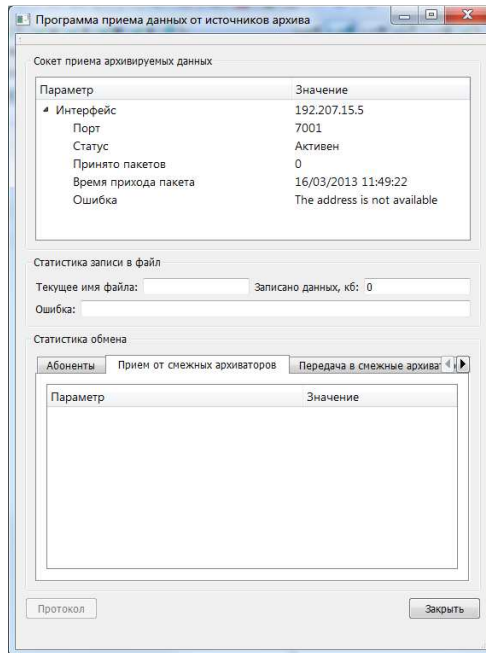

Рисунок 3.11.2 – Окно «Программа приема данных от источников архива», вкладка «Прием от смежных архиваторов»
- «Прием от смежных архиваторов» (рис. 3.11.2) – на этой вкладке расположено окно с информацией о статистике приема данных от смежных каналов сервера архива. Данные статистики представлены в виде дерева, в корневых узлах которого отображаются IP адрес и порт сокета ретрансляции смежного канала сервера архива, а в дочерних - статистика приема пакетов от этого канала;